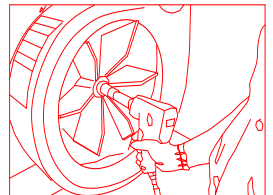

Fig. 6
4. Extraiga el conjunto de la carcasa de toma (artículo 16), retirando (6) las contratuercas (artículo 44). Al colocar el conjunto de toma al costado, tenga cuidado de no tensar demasiado el mazo de cables del interruptor de seguridad
5. Extraiga el perno del rotor (artículo 34), la arandela de seguridad (artículo 35) y el separador (artículo 37) mediante un tubo de 5/8" y una llave de impacto (ver fig. 6).